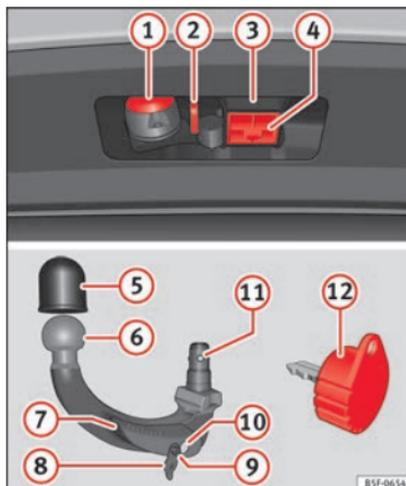

Fig. 232 Support du dispositif d'attelage pour remorque/boule amovible/clé
Légende de la » fig. 232
- Retirez le cache du logement du crochet **④** »» fig. 232 vers le bas.